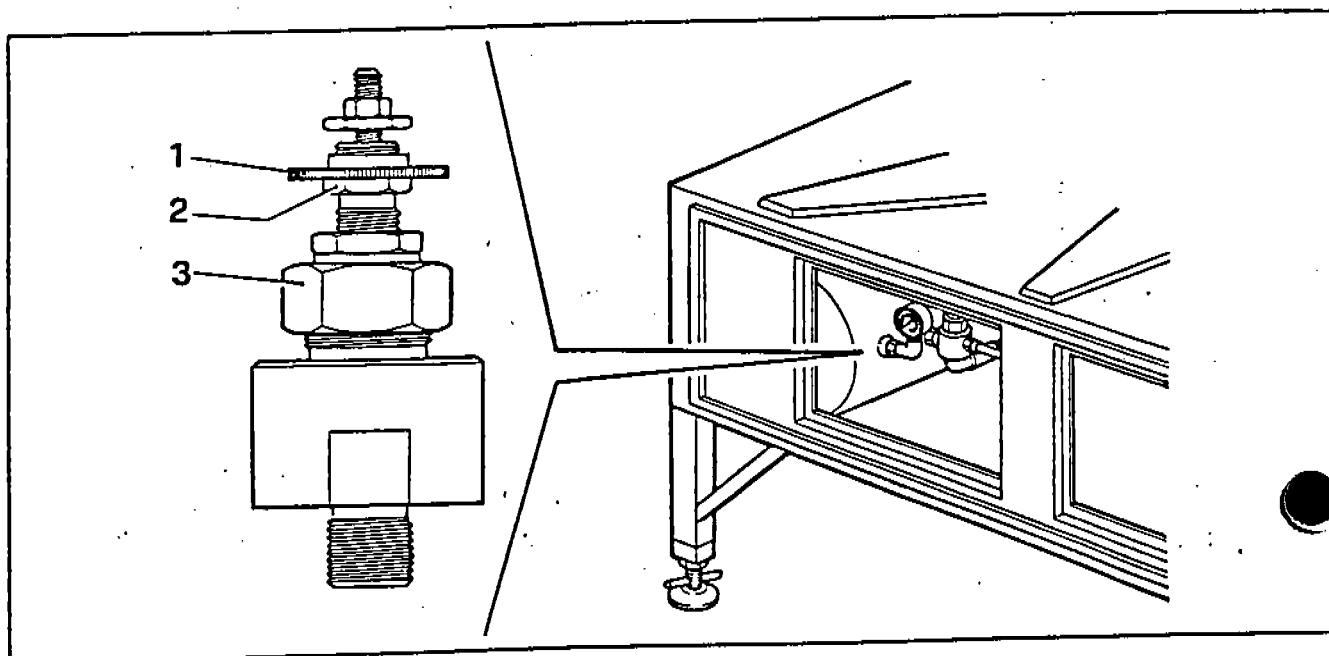

Fig. 8
**PNEUMATIC VALVE (Fig. 8)**
- a) Stop the gear (1) with the nut (2).
- b) Make the pressure adjustment turning the gear (1) - screwing the top part on the lower pressure limit will increase, it will decrease screwing the top part off.
**VALVOLA PNEUMATICA (Fig. 8)**
- a) Fermare la ghiera (1) con il dado (2).
- b) Avvitando la vite di regolazione (2) il limite minimo di pressione al quale il compressore si riattiva viene alzato, svitando la parte superiore il limite viene invece abbassato.